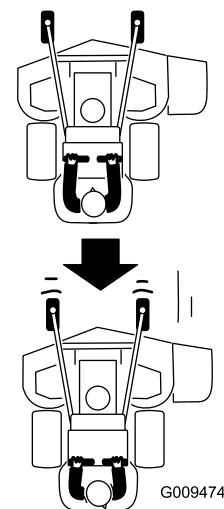

Figura 26
2. Tire lentamente de las palancas de control de movimiento hacia atrás (Figura 26).